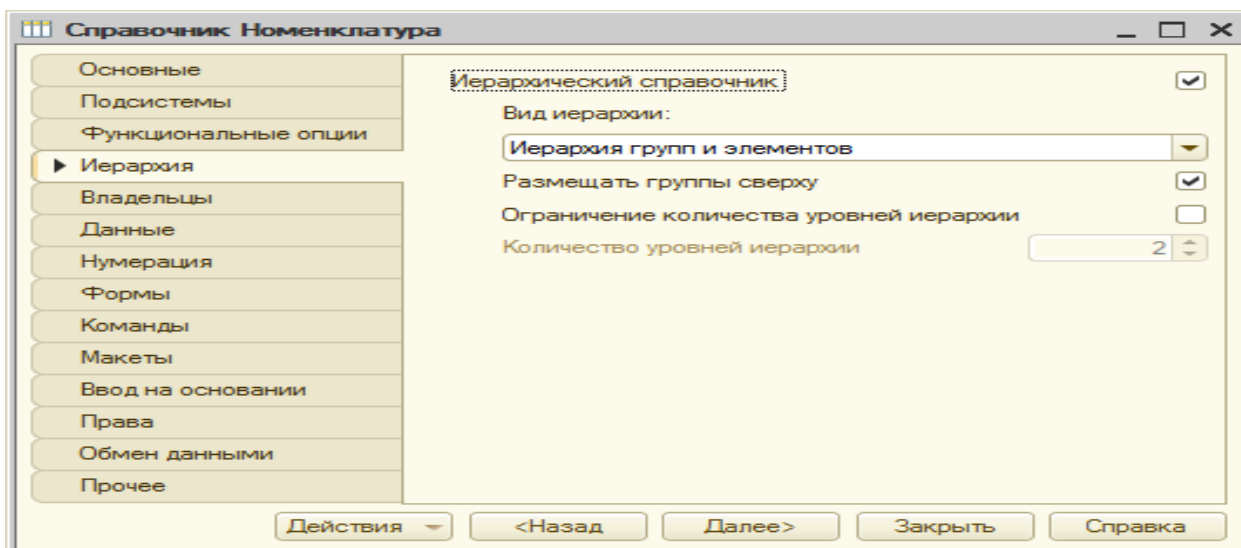

Рис. 28
- перейдите на закладку Иерархия и установите флажок *Иерархический справочник* (рис.28);